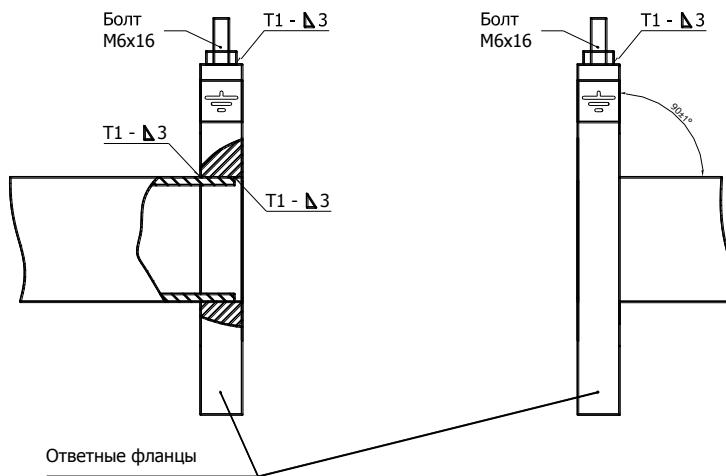

Рисунок 8.5
8.3.5 К прямолинейным участкам трубопровода приварить фланцы в соответствии с ГОСТ 12820-80, при этом угол между осью трубопровода и плоскостью фланца должен быть $90\pm1^\circ$. Фланцы следует приваривать таким образом, чтобы после установки расходомера (ППР) ось электродов ППР лежала в горизонтальной плоскости (допустимое отклонение от линии горизонта $\pm10^\circ$). При монтаже ответных фланцев необходимо приварить болт заземления к верхней части монтируемого фланца (см. рисунок 8.5).